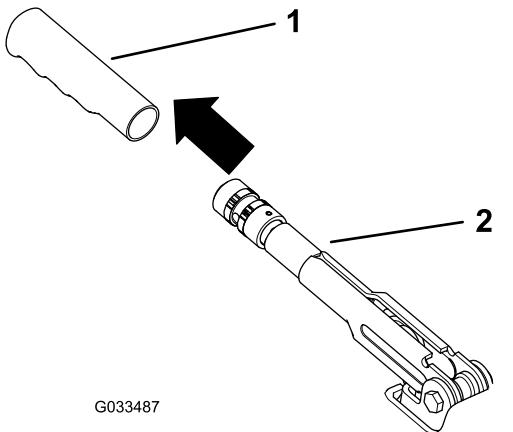

図 56
1. 駐車ブレーキレバーのゴム製グリップをはずす図 56。
5. 駐車ブレーキレバーにゴム製グリップを取り付ける図 56。